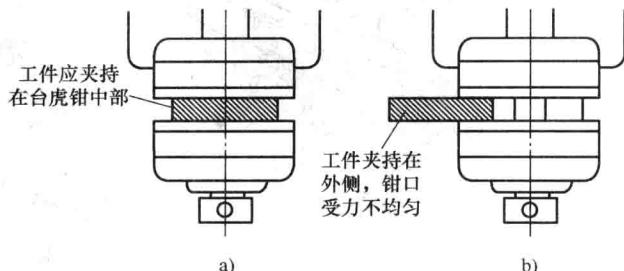

图 1-9 夹持工件方法
7) 在允许的情况下，尽可能将工件夹持在台虎钳的中部，以免使钳口受力不均，如图 1-9 所示。